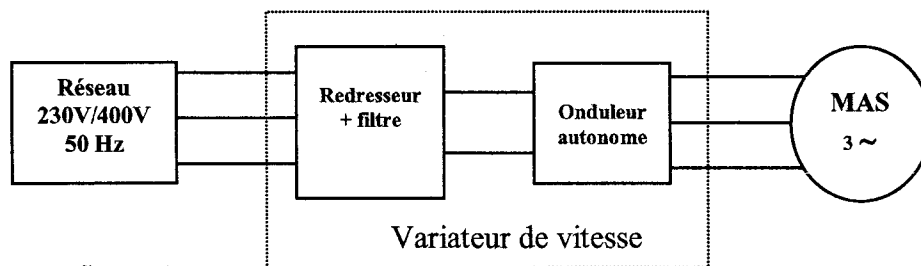

figure 1
2.1. Préciser sur le schéma de la figure 1 du document réponse 1 page 7, le branchement de l'oscilloscope à entrées différentielles permettant de visualiser la tension  $u_{AB}$ .
2.2.1. Représenter le branchement du voltmètre sur la figure 1 du document réponse 1 page 7.